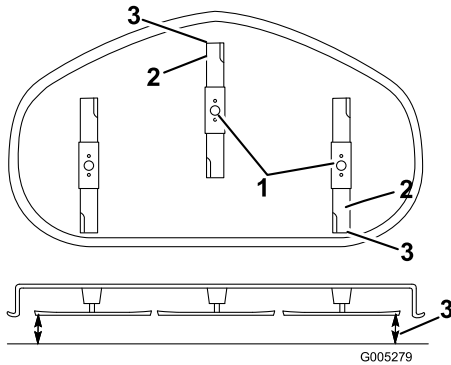

Figura 44
que estén alineadas hacia adelante y hacia atrás (Figura 44).
6. Mida entre la punta de la cuchilla delantera y la superficie plana y entre la punta de la cuchilla trasera y la superficie plana (Figura 44). Si la punta de la cuchilla delantera no está entre 1,6 y 7,9 mm (1/16 y 5/16 pulgada) más baja que la punta de la cuchilla trasera, ajuste la contratuerca delantera.
la punta de la cuchilla más avanzada esté entre 1,6 y 7,9 mm (1/16 y 5/16 pulgada) más baja que la punta de la cuchilla más atrasada (Figura 44).